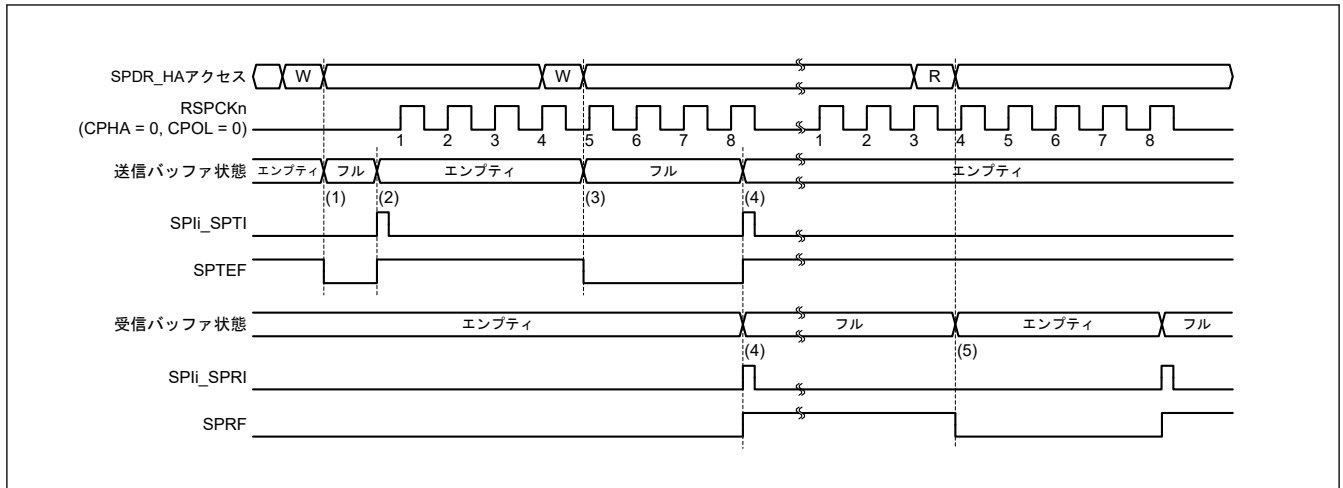
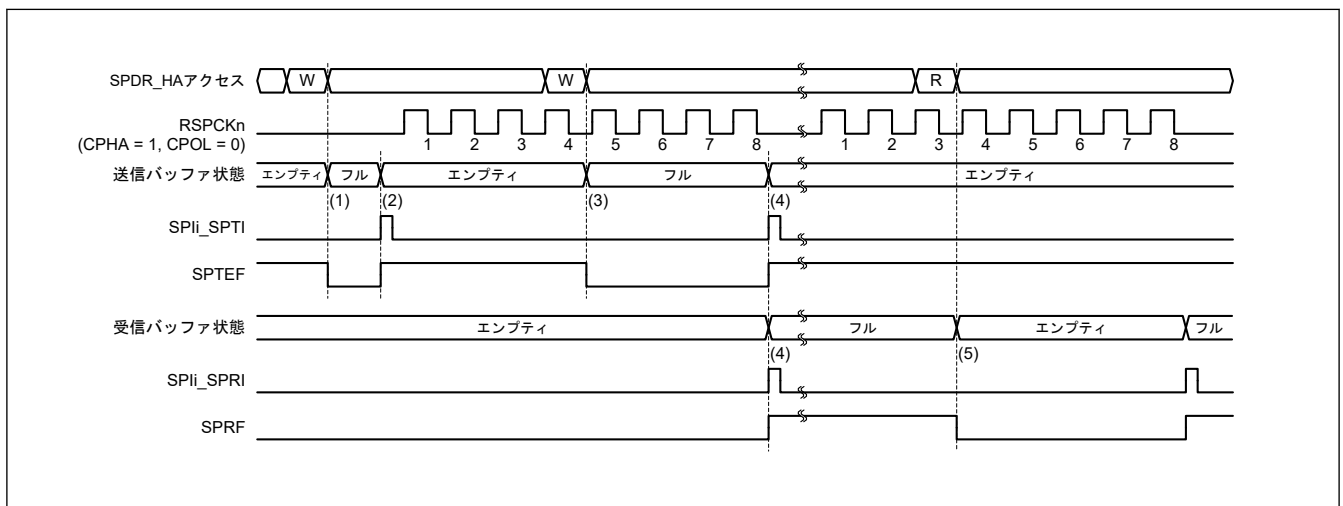

図 27.26 SPIi_SPTI および SPIi_SPRI 割り込みの動作例 (CPHA = 0 かつ CPOL = 0、マスタモード)
図 27.27 SPIi_SPTI および SPIi_SPRI 割り込みの動作例 (CPHA = 1 かつ CPOL = 0、マスタモード)
図 27.26 および 図 27.27 に、送信バッファエンプティ割り込み (SPi_i SPTI) と受信バッファフル割り込み (SPi_i SPRI) の動作例を示します。これらの図に示された SPDR_HA レジスタアクセスは、レジスタへのアクセス条件を示しています。W は書き込みサイクル、R は読み出しサイクルを示しています。図 27.26 では、SPCR.TXMD ビットが 0、SPCMD0.CPHA ビットが 0、かつ SPCMD0.CPOL ビットが 0 の設定で、SPI が 8 ビットのシリアル転送を実行しています。図 27.27 では、SPCR.TXMD ビットが 0、SPCMD0.CPHA ビットが 1、かつ SPCMD0.CPOL ビットが 0 の設定で、SPI が 8 ビットのシリアル転送を実行しています。RSPCK_n 波形の下に記載した数字は RSPCK サイクル数 (= 転送ビット数) を示しています。
以下に、図 27.26 および 図 27.27 の (1)~(5) に示したタイミングでの SPI の動作を説明します。